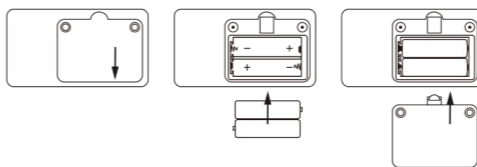

Figure 3. Installation des piles
- Se reporter à la figure 3. Utilisez un tournevis pour dévisser les deux vis du compartiment à piles situé à l'arrière du produit et ouvrez le couvercle arrière du compartiment à piles.